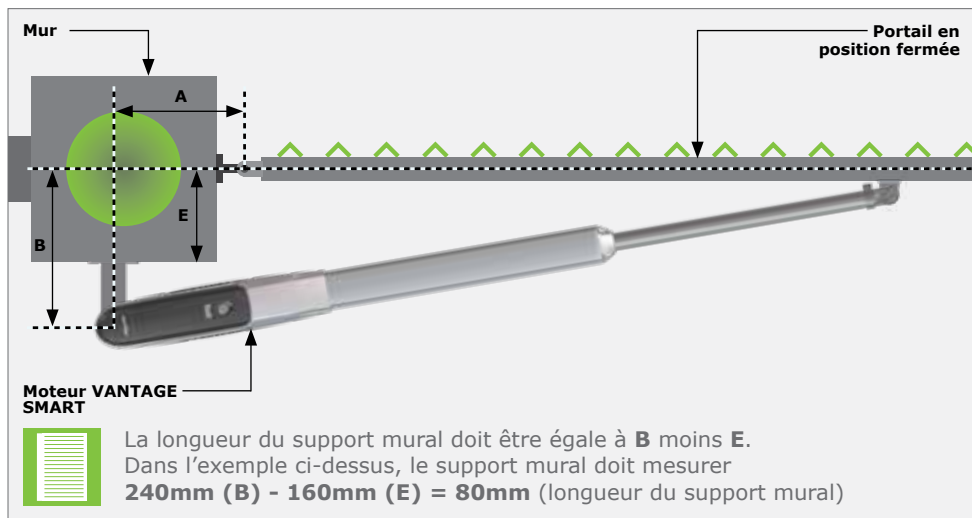

FIGURE 17. POSITION DU SUPPORT - OUVERTURE VERS L'INTÉRIEUR
La figure 17 illustre les valeurs correspondant aux tables d'installation des portails qui s'ouvrent vers l'intérieur.
1. Référez-vous à la figure 17 ci-dessus.
Marquez la longueur calculée requise sur le support mural en tenant compte de la valeur B, de la valeur E et de la forme du pilier conformément à la Figure 17 ci-dessus.